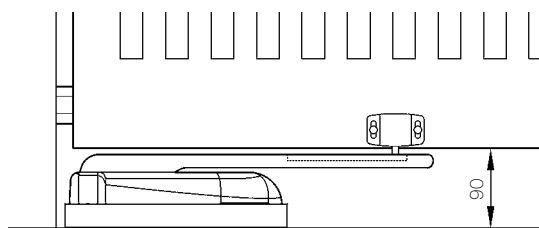
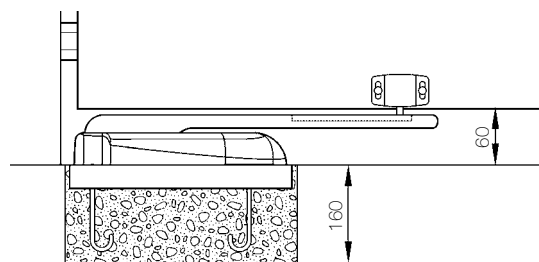

Figure 10
Figure 11
- Vérifier les limites d'encombrement en se référant à la Figure 10, Figure 11, Figure 12 et suivant le type d'installation: avec opérateur complètement enterré ou avec opérateur au niveau du sol.